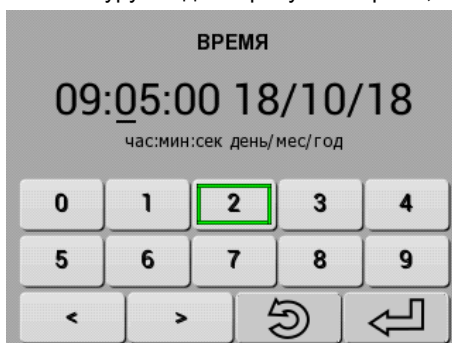

Рис. 9. Окно меню редактирования времени
4) для коррекции прочитанного времени или задания нового перейдите в меню редактирования времени (МЕНЮ→ПРИБОР→ВРЕМЯ→Изменить; рис. 9) и используя числовую виртуальную клавиатуру введите требуемое время;